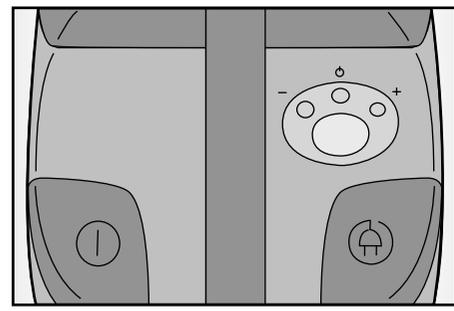
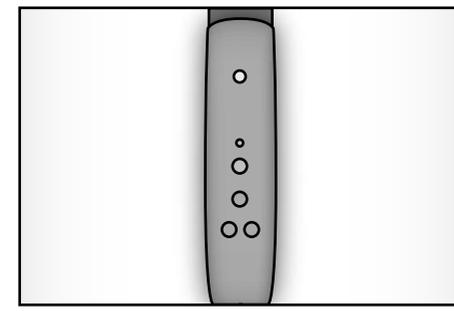

Fig. 8
Fig. 9
È possibile aumentare o diminuire la potenza di aspirazione o di soffiaggio aria come desiderato utilizzando rispettivamente i pulsanti “+” o “-” posti sia sul relativo pannello (G) sul corpo dell'apparecchio (Fig. 8) sia su quello (R) presente sull'impugnatura (T) del tubo flessibile (M) (Fig. 9).
I comandi posti sull'impugnatura (T) del tubo flessibile (M) (Fig. 9) funzionano a batteria, pertanto prima di attivare l'apparecchio, nel caso si desiderasse utilizzare anche i suddetti comandi è necessario inserire le batterie nell'apposito vano sull'impugnatura (T) dopo averne rimosso il relativo coperchio (S).